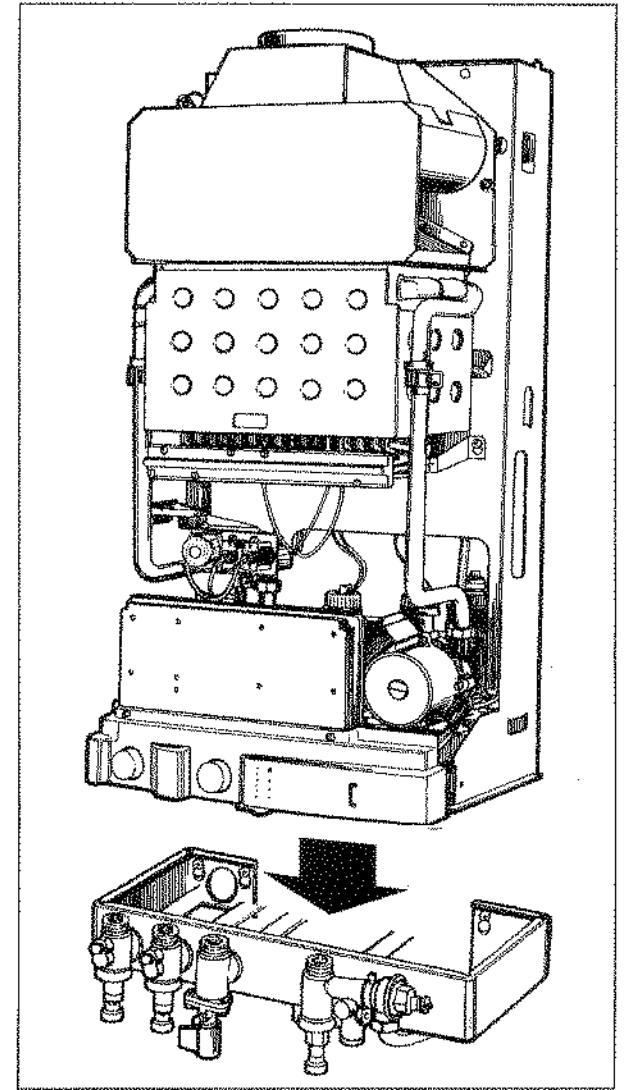

Fig. 10
- Présenter la chaudière au dessus de la barrette, la laisser descendre en appui sur celle-ci (fig. 10).
- Mettre en place les différents joints fournis, le joint "G" (caoutchouc) sur le gaz, et serrer les raccords des tubes de liaison en commençant par le tube gaz (fig. 10 a).
Fig. 10 a